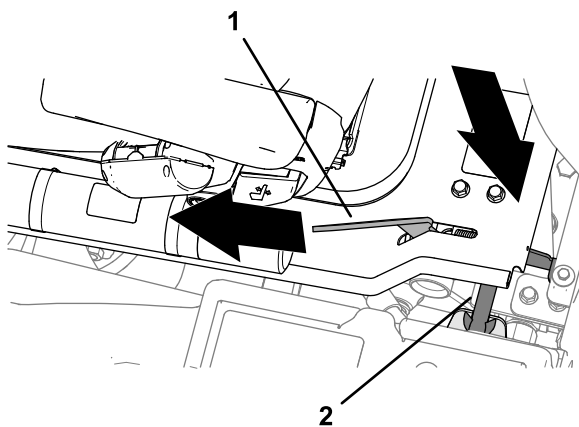

Figure 51
2. Lorsque la plate-forme approche de la position complètement baissée, déplacez la poignée de verrouillage (Figure 51) vers l'avant de la machine.